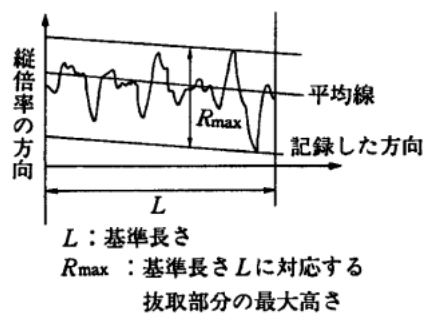

図5 表面粗さの説明図
ここで示した表面粗さ  $\sigma$  は、最大高さ  $R_{max}$  と云う表示法で示した。図5に示す様に、基準長さ  $L$  の部分にある粗さ曲線の山の平均線を求めて、それに平行な線で粗さ曲線を挟んだ時の2線の間隔=幅、すなわち、山の最大高さを  $R_{max}$  と云い、その数値を  $\mu\text{m}$  で表示する時、その数値のあとに (S) を付加する。